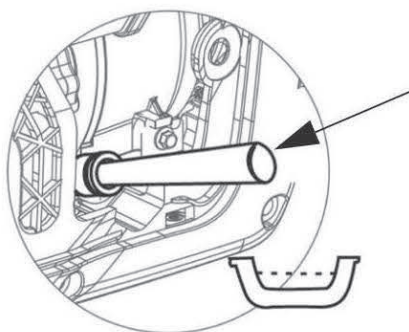

Рисунок 4-4. Отверстие для заливки масла с воронкой
8. Вставьте воронку в отверстие для заливки масла. Смотрите Рисунок 4-4. При необходимости долейте рекомендуемое моторное масло.